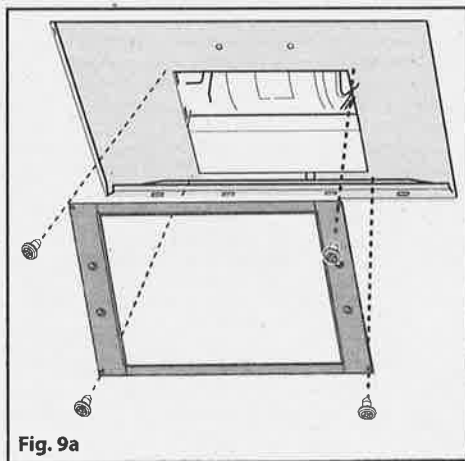

Fig. 9a
- Se nel nell'imballo trovate una staffa come quella indicata in Fig.9a occorre fissarla alla cappa tramite le viti in dotazione.